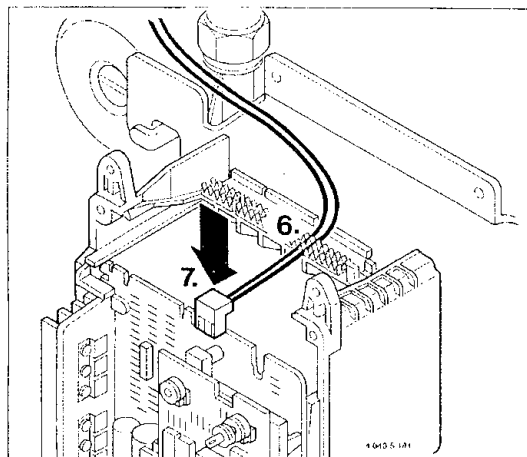

Bild 5
6. Leitung vom Abgastemperaturfühler nach Bild 5 verlegen